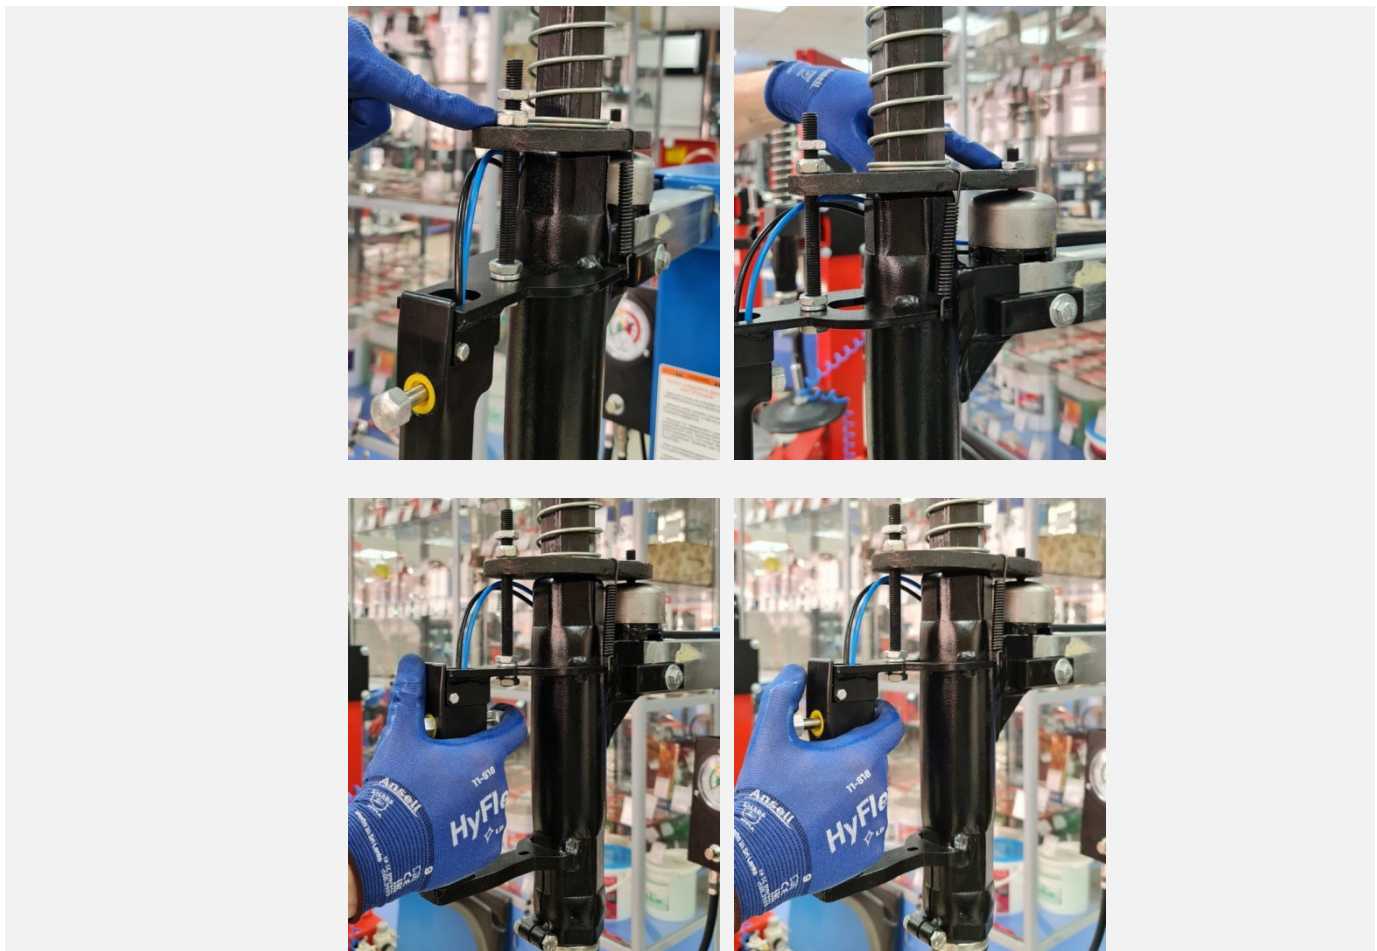

Рисунок 72
- Отрегулировать ход стопорной пластины с помощью гаек (см. Рисунок 72).